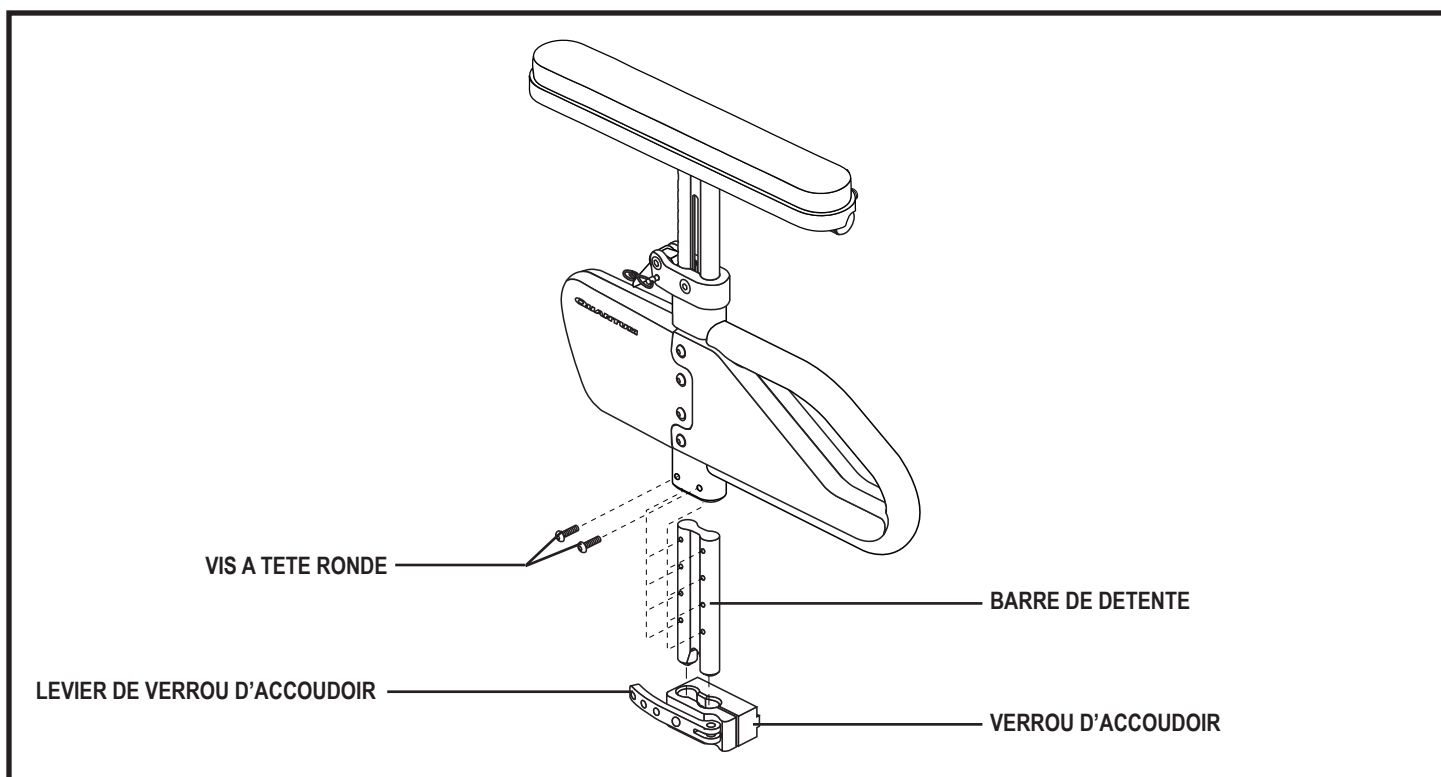

Figure 26. Réglage inférieur, accoudoir montant unique réglage rapide de la hauteur
2. Retirez les deux vis à tête bouton sur la barre de détente. **Voir la figure 26.**